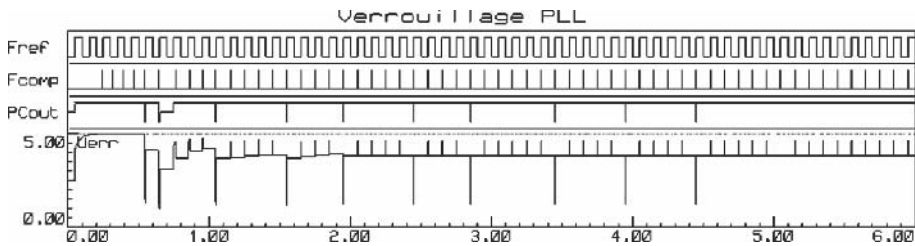

Figure 4.6
**Tentatoo** – Vous avez tout compris. Il reste juste à ajouter que le VCO aura toujours tendance à s'écartier un peu de la fréquence désirée, en plus ou en moins, et que ce système de bouclage va régulièrement donner un petit « coup de pouce » dans le bon sens pour que cette fréquence revienne à la bonne valeur. Un peu comme quand vous roulez sur une ligne droite : vous ne laissez jamais le volant parfaitement au centre, vous donnez de tout petits à-coups vers la gauche ou vers la droite, pour aller « en moyenne » tout droit. Les courbes de la **figure 4.6** qui sont issues du schéma de la **figure 4.4** (page suivante), montrent cela assez clairement. Vous avez même droit à une version légèrement simplifiée du schéma de la **figure 4.4** en **figure 4.5** (page suivante). Ce schéma simplifié fonctionne mieux que le schéma compliqué, ce qui devrait vous réjouir je pense. Nous verrons pourquoi un peu plus tard.
**Sepatoo** – Effectivement, on voit bien sur la **figure 4.6** le signal du bas se caler progressivement sur le signal de référence du haut. C'est marrant ces petits traits qui apparaissent parfois en haut parfois en bas, sur la courbe Uerr.